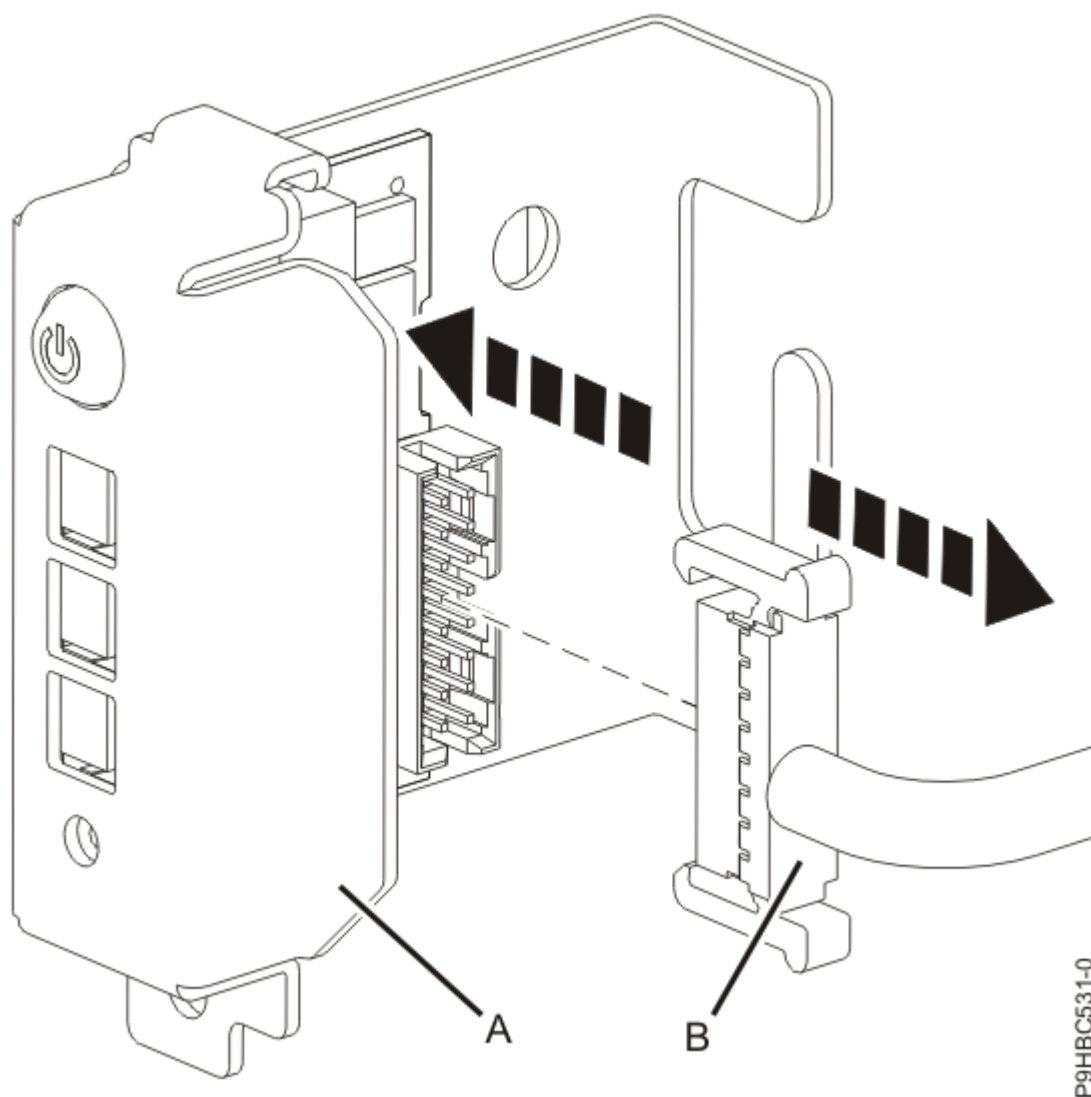

*Figura 19. Extracció del tauler de control d'un sistema autònom*
- b) Traieu el panell de control del sistema fent-lo girar a l'esquerra, tal com es mostra a la Figura 19 a la pàgina 21.